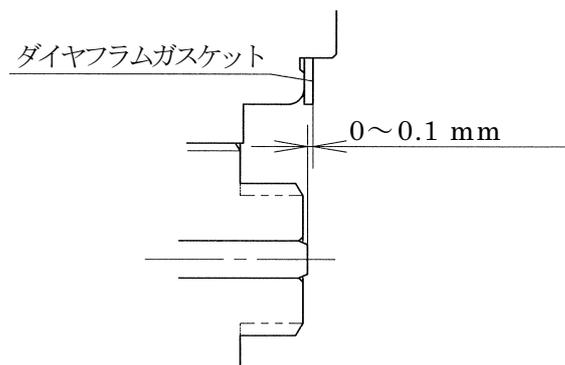

図7 すきまの調整
- 6.5 パイロット弁体(14)、パイロット弁座(12)の交換は一对で行ってください。パイロット弁体(14)の先端がダイヤフラムガスケット(9)の上面から 0~0.1mm になるようにパイロット弁座ガスケット(13)の厚さと枚数を加減して調整してください(図7参照)。パイロット弁座ガスケット(13)は 0.1~0.5mm の5枚セットで用意してあります。なお、ダイヤフラムガスケット(9)が新品の場合は締めると 0.4mm つぶれますから注意してください。